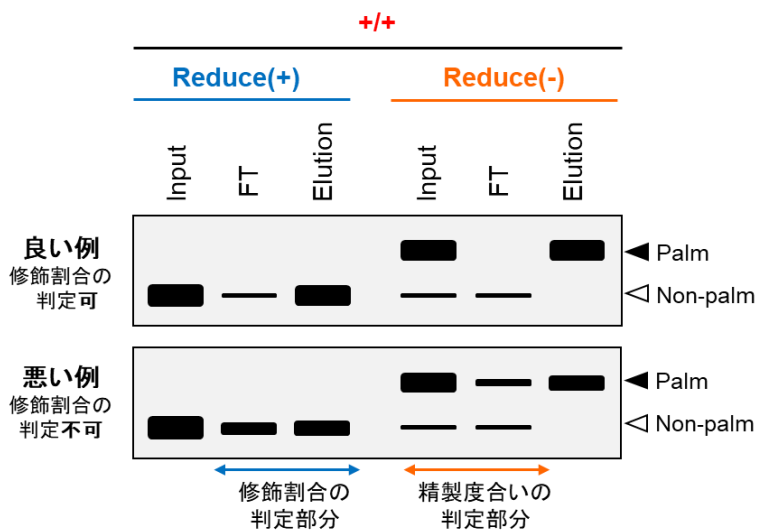

図 2 カラム精製における S-パルミトイル化修飾割合の判定方法
上記 1. 特異性判定で目的タンパク質が **+/+** 特異的に検出できることが確認できた場合、**+/+** 処理のカラム精製前試料 (Input)、カラム素通り画分 (FT) およびカラム溶出画分 (Elution) を同液量ずつ **非還元条件下** (MfTag を維持したままの状態) で SDS-PAGE 後、目的タンパク質に対する抗体を用いて WB を実施することで精製度の確認が可能です。図 2 右側上段の **非還元条件下** では MfTag によるバンドシフトが誘導された状態で観察できますが、FT でバンドシフトしたシグナルが消失し、そのシグナルが Elution に観察されていれば、カラム精製が成功していると判断できます。この精製条件下であれば、左側の **還元条件下** (MfTag を除去した状態) でパルミトイル化修飾体と非修飾体のおおよその割合を算定できます。一方、図 2 下段の「悪い例」では、**非還元条件下** においてバンドシフトしたシグナルが FT に残存していて、精製が不十分であることを意味しています。この精製条件下では、左側の **還元条件下** でパルミトイル化修飾体と非修飾体の比率の算定はできませんのでご注意ください。